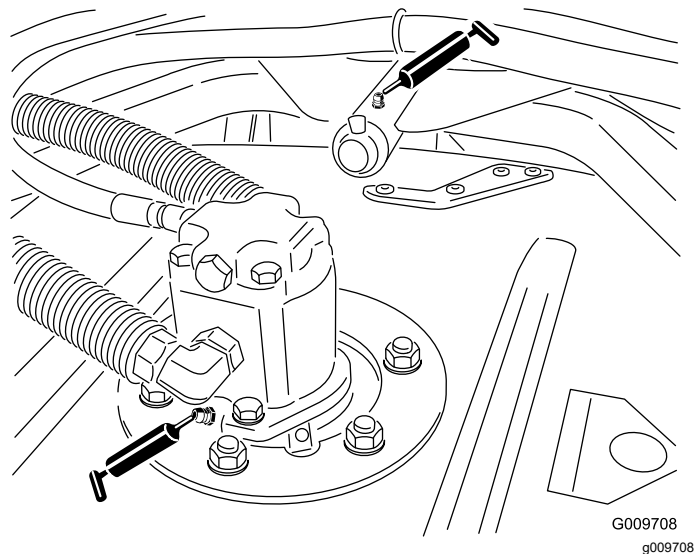

Figura 47
- Cojinetes de los ejes de las unidades de corte (2 por unidad de corte), como se muestra en la Figura 47
- Casquillos de los brazos de las unidades de corte (1 por unidad de corte), como se muestra en la Figura 47